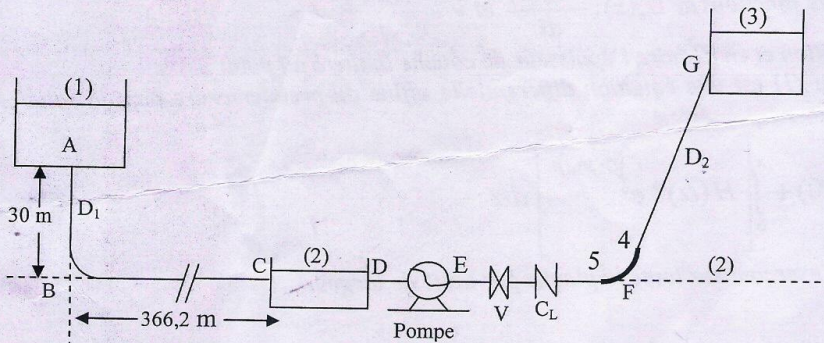

Figure 1
La conduite de refoulement a un diamètre $D_2 = 200$ mm, une longueur $l = 400$ m débouche dans grand réservoir (3). La vanne V est complètement ouverte, son coefficient de perte de charge $K_V = 0,24$; celui du clapet C_L est $K_{CL} = 0,85$. Le coude F est à 90° et son coefficient de perte de charge $K_F = 0,134$. Le niveau du réservoir (2) (entre C et D) est constant et est égal à 870 m d'altitude ; à sa sortie D les pertes de charges sont négligées (sortie profilée) (figure 1).
- 1) En écrivant l'expression de la perte de charge entre les réservoirs (1) et (2).